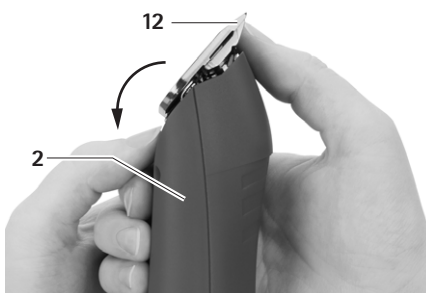

Fig. 5
- Fäll ut klipphuvudet 12 framåt, se Fig. 5.